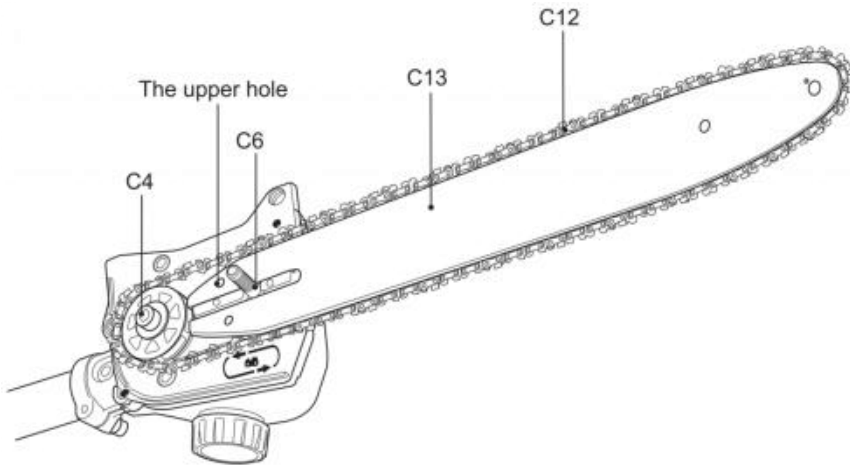

Fig. 10
6) Richten Sie die Sägekette (C12) und die Führungsschienenbaugruppe (C13) am Antriebsritzel (C4) und der Befestigungsschraube (C6) aus. Legen Sie die Sägekette (C12) um das Antriebsritzel (C4) und senken Sie dann die Führungsschiene (C13) ab, um sie an der Befestigungsschraube (C6) zu befestigen. Stellen Sie sicher, dass der Spannstift in das obere Loch der Führungsschiene (C13) eingeführt wird. (Abb.10)